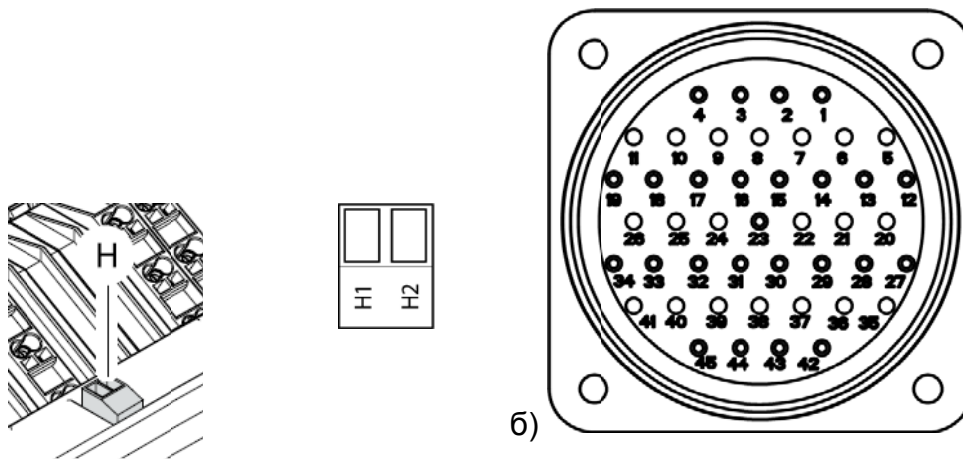

Рисунок 6. Маркировка выводов соединителей
1.5.2 Выводы соединителей «Протон» и «Электрон ЭХХВПро» имеют маркировку, соответствующую электрическим схемам (см. рисунок 6).